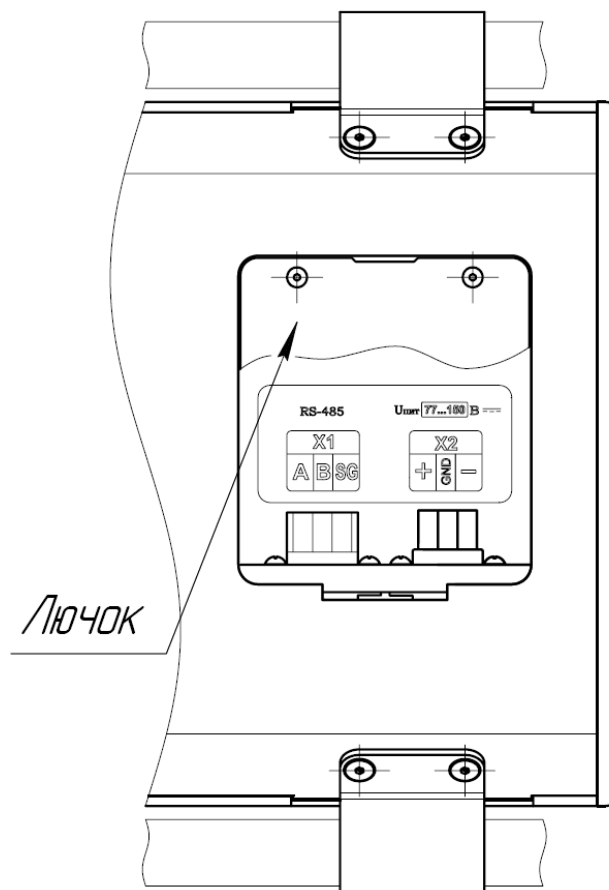

Рис.1 Табло номера вагона ТНС-2-64-05. Вид сзади.
4.1 Табло представляет собой металлический корпус с защитным стеклом, внутри которого размещена светодиодная матрица. Разъемы для подключения табло расположены на задней крышке за съемным лючком (см. рис.1). X1 – разъем интерфейса RS-485, X2 – разъем питания.